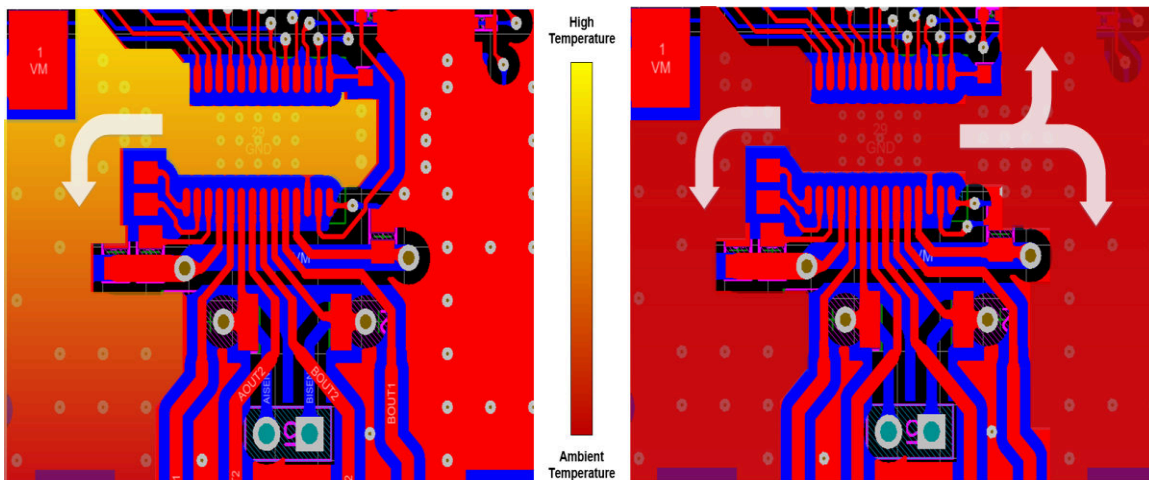

図 7-5. くびれたグラウンド プレーンと連続的なグラウンド プレーンの温度分布の比較
- システム/基板全体に対して、大きく途切れない単一のグラウンドプレーンを使用するようにしてください。グラウンドプレーンは PCB の下層に作成できます。図 7-5 に、ドライバの下層のグラウンドプレーンが連続的である場合に対して、グラウンドプレーンがくびれている場合に温度が上昇する例を示します。